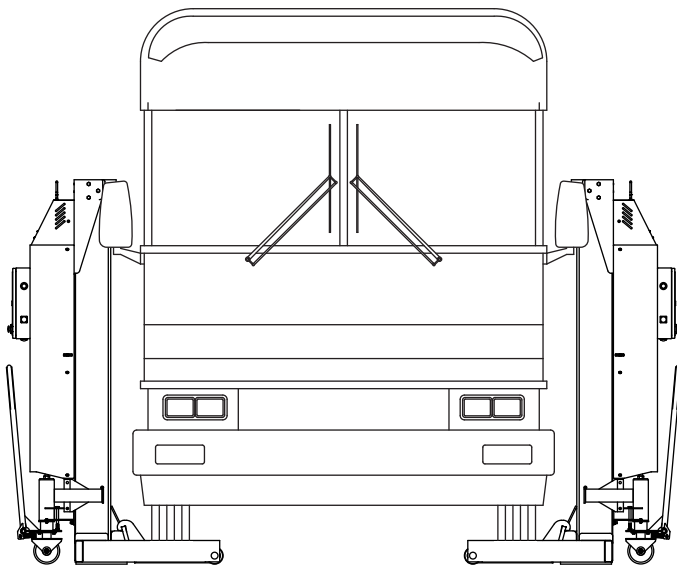
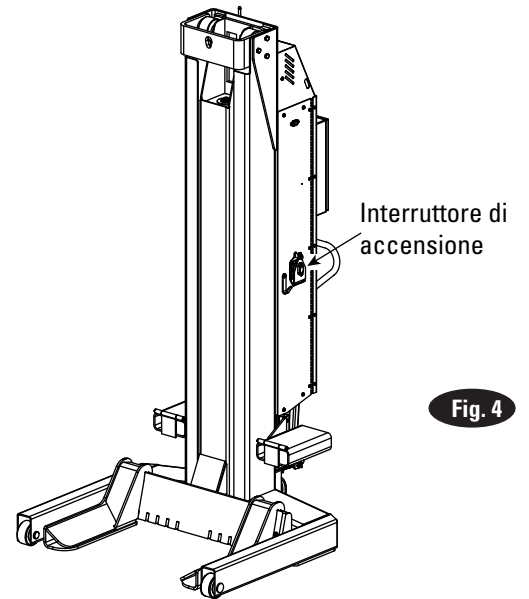

Fig. 3
Fig. 4
3. Caricamento: posizionare una colonna in un punto di sollevamento della ruota. Posizionare in modo che le forcelle siano sotto il pneumatico e l'unità venga spinta in dentro quanto possibile, fig. 3. Assicurarsi che la larghezza della forcella sia regolata per accogliere le dimensioni del pneumatico o della ruota. Attivare l'interruttore di accensione, fig. 4.